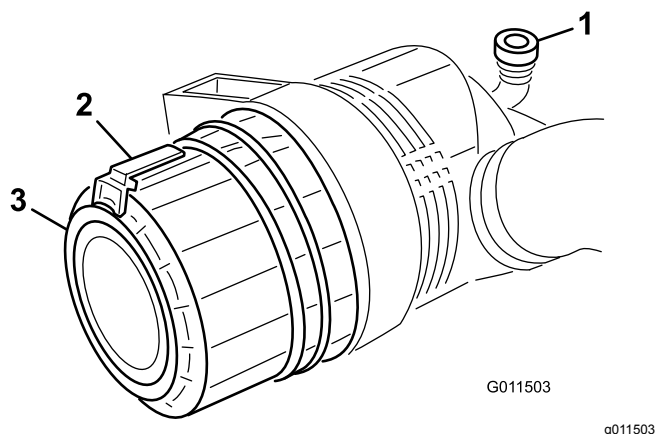

図 73
2. ラッチを引いて外し、カバーを左にひねってボディからはずす 図 73。